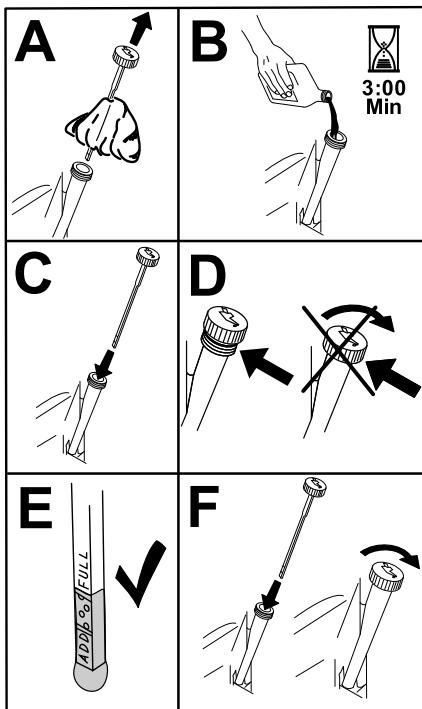

Рисунок 41
5. Медленно залейте приблизительно 80% объема масла указанного типа в заливную горловину и затем медленно добавляйте масло, чтобы довести его уровень до отметки Полный (Рисунок 41).